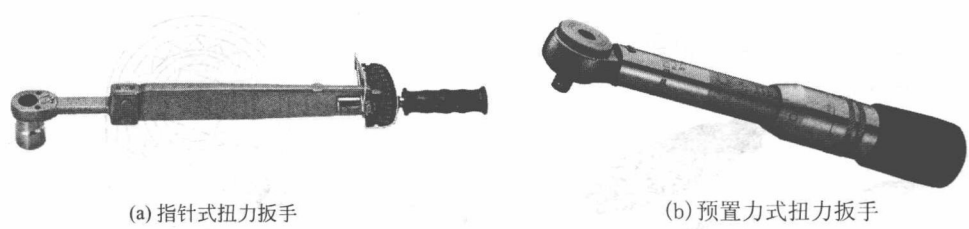

图 1-2-24 扭力扳手的类型
(1) 认识 扭力手柄通常也称扭力扳手，是一种在手柄上能够指示扭力值的、与套筒配套使用的手柄工具。主要有指针式和预置力式两种，如图 1-2-24 所示。
(2) 作用 扭力扳手主要用于有规定扭矩值的螺栓和螺母的装配，如汽缸盖、连杆、曲